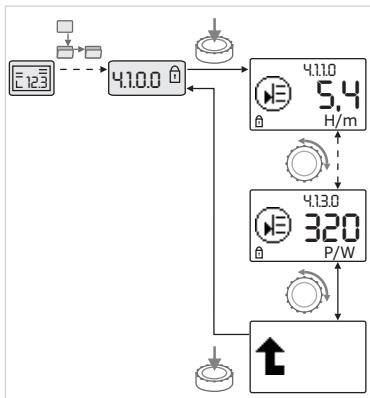

Fig. 37: Appeler des informations
- Une rotation du bouton rouge permet de faire défiler les éléments de menu de type « Information » du sous-menu actuel (voir fig. 37). Pour des explications sur les réglages représentés par des symboles, voir le tableau au chapitre 8.7 «Référence des éléments de menu» à la page 143.